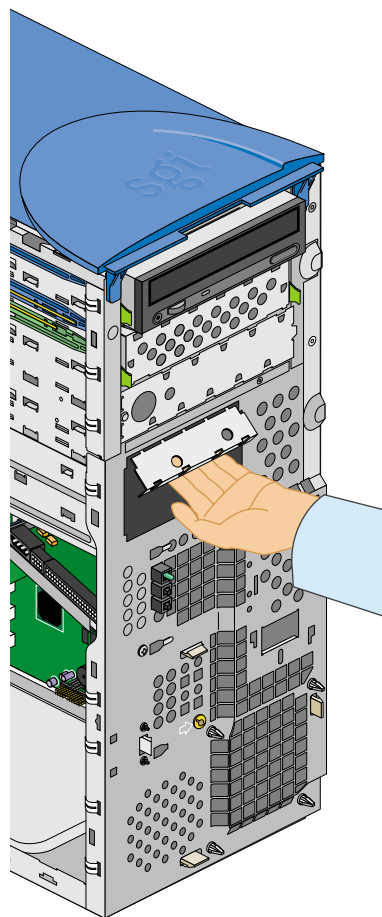

図2-12 3.5インチのドライブフィルタープレートの取り外し
- フィラープレートの下側を持って引っ張ります。フィラープレートを引っ張ると、本体から外れます。図2-12にその手順を図示します。